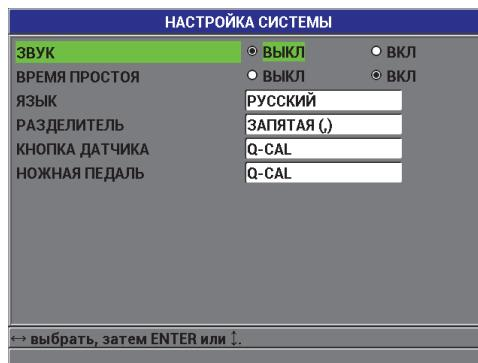

Рис. 3-1 Экран НАСТРОЙКА СИСТЕМЫ
3. В окне **НАСТРОЙКА СИСТЕМЫ** (см. Рис. 3-1 на стр. 62):